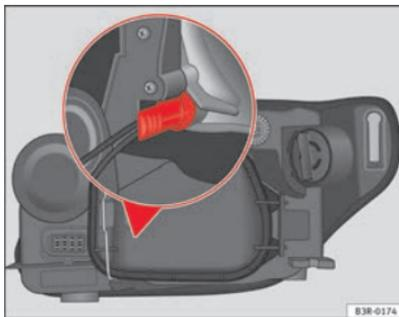

Abb. 213 Standlicht. Halter des Lampenträgers in senkrechter Stellung ►
- Die Glühlampe am Sockel so einsetzen, dass der Halter des Lampenträgers zur Wand in senkrechter Stellung bleibt  $\Rightarrow$  Seite 285, Abb. 213, und Druck auf den Sockel ausüben.